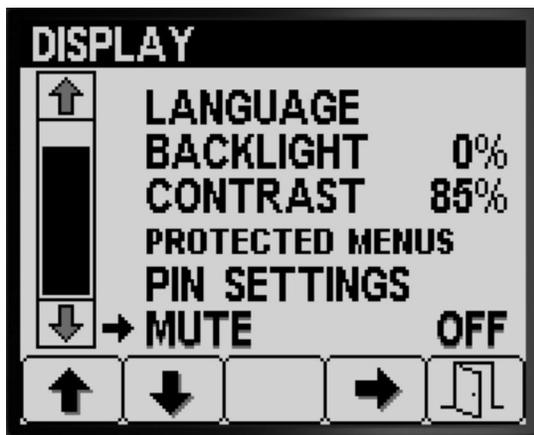

图 31
2. 按 4 号按钮可 ON 打开或 OFF 关闭音频指示图标图 31。
- 按 5 号按钮可保存设置退出 MUTE 静音屏幕然后返回至 SETTING 设置屏幕图 31。